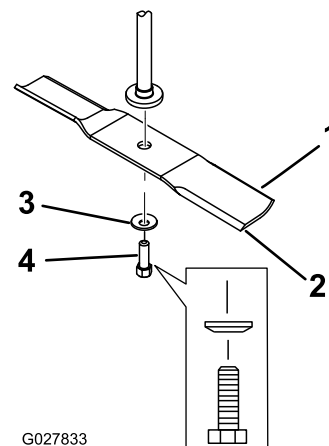

Рисунок 64
2. Отверните болт ножа, снимите изогнутую шайбу и нож с вала шпинделя (Рисунок 64).
1. Установите нож на шпindel (Рисунок 64).
2. Установите изогнутую шайбу (чащеобразной стороной в сторону ножа) и болт ножа (Рисунок 64).